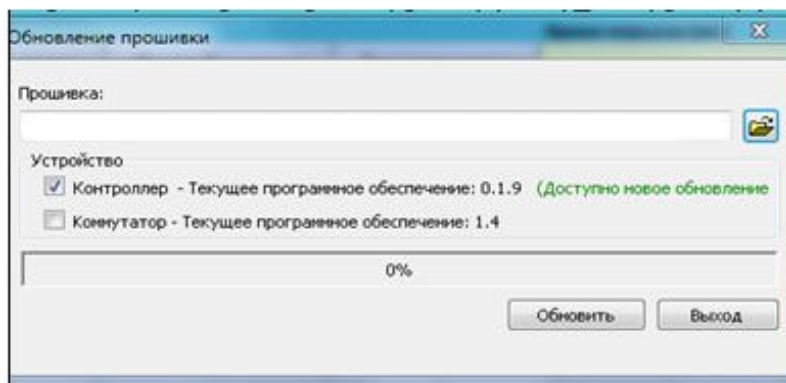

Рис. 9 Окно обновление прошивки.
- Для активации процесса обновления после выбора файла нажмите на кнопку «**Обновить**» (рис. 9). Доступная новая версия прошивки отображается в окне «Обновление прошивки» сообщением: «Доступно новое обновление».